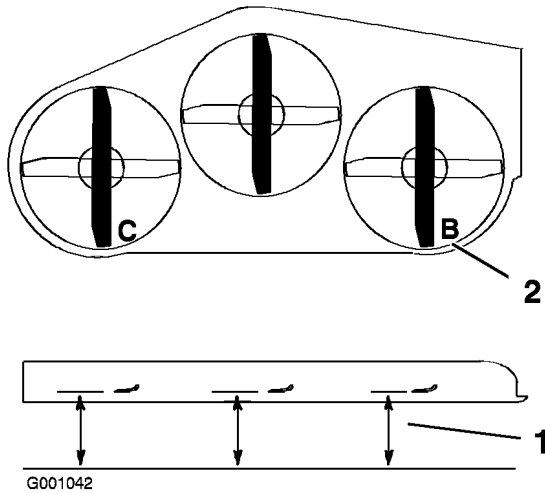

Figura 77
1. Coloque la cuchilla derecha en posición longitudinal (Figura 77).
2. Mida la cuchilla derecha en la posición **B** desde una superficie nivelada hasta el filo de corte del extremo de la cuchilla (Figura 77).
- Coloque la cuchilla izquierda en posición longitudinal (Figura 77).
- Mida la cuchilla izquierda en la posición C (Figura 77) desde una superficie nivelada hasta el filo de corte del extremo de la cuchilla.